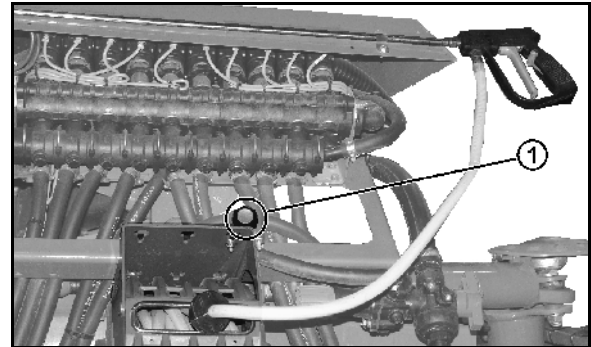

Bild 120
- möjliggör ett ständigt omlopp av vätska i sprutledningen när tryckomloppssystemet är inkopplat. För detta har varje delbredd utrustats med en spolanslutningsslang (Bild 120/1).
- en spolanslutningsslang (Bild 120/1) per delbredd.